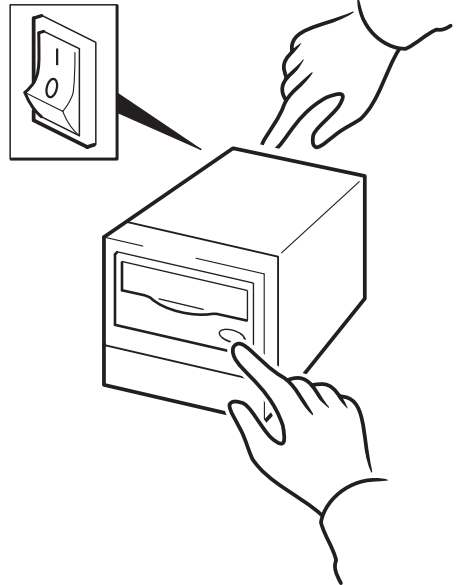

Figure 10b : utilisation de HP OBDR, étape 2
- 2 Maintenez le bouton d'éjection enfoncé. Tout en maintenant le bouton d'éjection enfoncé, mettez votre lecteur de bande sous tension (voir figure 10b). Cela permet d'activer la fonction HP One-Button Disaster Recovery. Lâchez le bouton dès que les voyants Tape (bande) et Clean (nettoyage) clignotent en alternance.